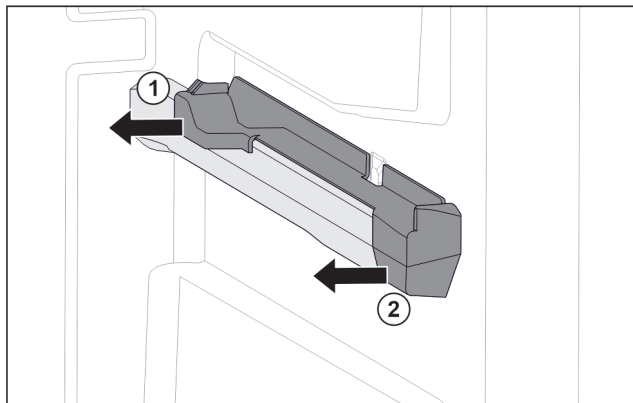

Fig. 82 Násuvný diel na pravom rebre nádoby
- ▶ Stiahnite násuvný diel vzadu do strany. Fig. 82 (1)
- ▶ Stiahnite násuvný diel vpredu do strany. Fig. 82 (2)